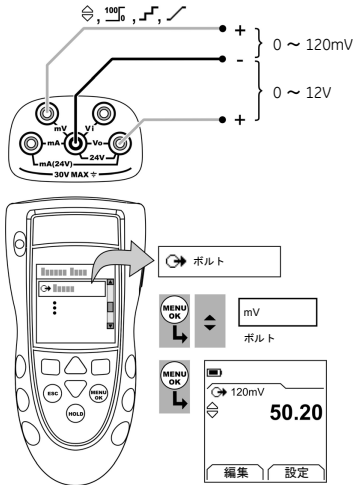

図 2 : 構成例 -mV またはボルトを供給します。
1. 本計器を接続し(図 2)、必要に応じてセットアップ(表 1)を行います。